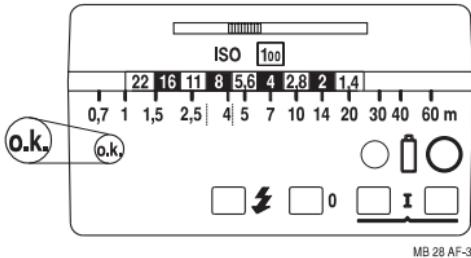

Bild 3: Die Belichtungs-o.k.-Anzeige
4.3 Die Belichtungs-Kontroll- Anzeige (siehe Bild 3)